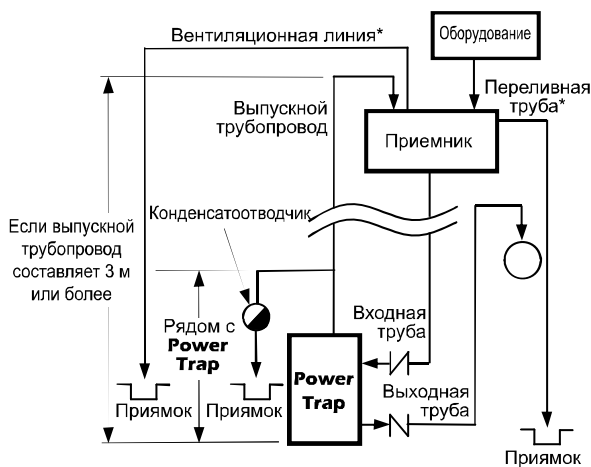

Рисунок 1: Открытые системы
(4) Выпускной трубопровод:
- (a) **Только для открытых систем:** Добавьте конденсатоотводчик поплавкового типа к выпускной трубе в точке, прямо над которой выпускная труба выходит из корпуса блока. (Рис. 1)